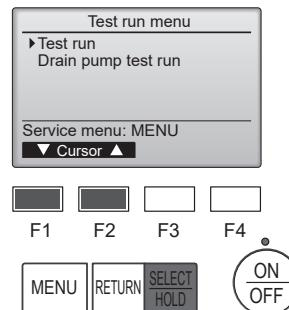

Fig. 6-4
- ④ Seleccione "Test run" (Modo prueba) con el botón [F1] o [F2], y pulse el botón [SELECT/HOLD]. (Fig. 6-4)